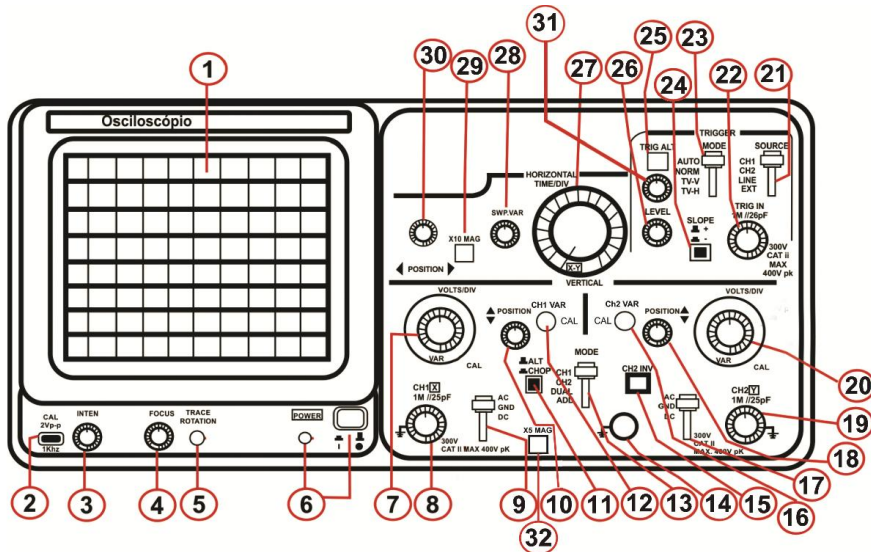

Figura 1
O botão TRIG. ALT (nº 25 da Figura. 1) tem por função alterar a fonte de disparo. Ao operar na função DUAL ou ADD, TRIG. ALT irá alternar entre CH1 ou CH2.
Em certos momentos quando parte da forma de onda exibida necessita ser expandida para melhor visualização, uma maior velocidade de varredura pode ser usada. No entanto, caso a porção do sinal esteja separada do ponto inicial da varredura, é possível que a mesma porção fique fora do quadro CRT comum. Em tal situação pressione o botão **X10 MAG** (nº 29 da Figura 1). Quando o fizer, a forma de onda exibida será expandida em 10 vezes para a direita e para a esquerda, com o centro da tela como ponto central para expansão.
- **EXT** – O circuito é disparado através de um sinal externo aplicado no terminal de entrada de disparo externo (TRIG IN – nº 22 da Figura 1).
O sistema de disparo executa sua função quando a fonte de sinal de disparo atinge um nível limiar / nível de partida pré-configurado. Ao girar o controle TRIG LEVEL (nº 26 da Figura 1) estamos alterando o nível de disparo do circuito. No sentido positivo "+", o ponto de partida para o disparo avança para um valor ainda mais positivo; e no sentido negativo "-", para um valor ainda mais negativo. Quando este controle é centralizado, o nível de disparo é configurado na média aproximada do sinal usado como fonte de disparo.
A opção TRIGGER SLOPE (nº 24 da Figura 1) define, quando **não está pressionado**, que o disparo ocorrerá na inclinação positiva (posição "+") e para SLOPE **pressionado**, a inclinação é negativa (posição "-"). A visualização do gráfico abaixo o ajudará a compreender o funcionamento da função TRIGGER SLOPE.
- **TV-H** - No modo de disparo TV-H é possível selecionar pulsos de sincronização horizontal para o circuito de disparo quando visualizamos formas de onda com componentes de vídeo. A sincronização horizontal é selecionada como disparador para permitir a visualização de campos verticais e frames de vídeo. Com um tempo de varredura de 10µs / DIV, é apropriado para exibir linhas de vídeo. O controle **SWP. VAR** (nº 28 – Figura 1) pode ser configurado para exibir o número exato de ondas desejado.
Uma **soma algébrica** dos sinais de CH1 e CH2 pode ser exibida na tela. Basta configurar o instrumento para o MODO **ADD** (nº 13 da Figura 1). Também é possível exibir a diferença (subtração) entre os dois sinais. Para tanto, ative o botão **CH2 INV** (nº 15 Figura1). Para usar adequadamente esta função é necessário ajustar a posição dos traços com precisão. Este ajuste pode ser realizado através dos potenciômetros **VAR** (CH1 e CH2), que permitem o ajuste fino da posição vertical.
O primeiro passo é selecionar a modo **DUAL** (nº 13 da Figura 1), então o segundo traço (**CH2**) também será mostrado. Nesse estado, o traço do CH1 forma a onda quadrada do sinal do calibrador e o traço do CH2 é uma linha reta, já que nenhum sinal foi aplicado.
Agora, aplique o sinal de calibração (**1KHz - 2 Vpp** - número 2 da Figura 1) para o terminal de entrada vertical do CH2.
Mude a chave AC-GND-DC 'CH2' (nº 17 da Figura 1) para a posição **AC**. Ajuste a **POSIÇÃO** dos traços (nº 10, 18 e 30 da Figura 1). Nesta situação, ambos os sinais serão exibidos conforme a figura abaixo:
- 5 – Selecione o sinal AC através da chave AC-GND-DC “CH1” (nº 9 da Figura 1).